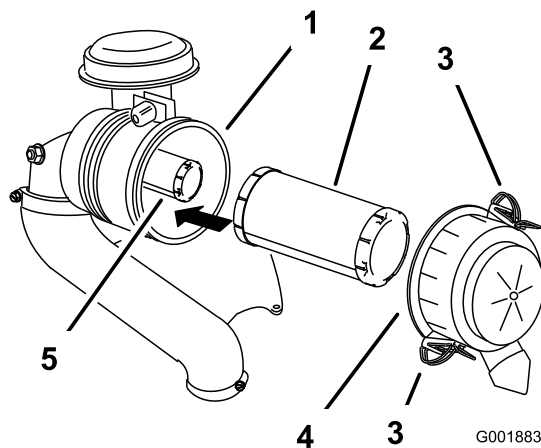

Bild 45
4. Schieben Sie den Hauptfilter vorsichtig aus dem Luftfiltergehäuse heraus (Bild 45).
2. Wenn Sie den Sicherheitsluftfilter austauschen, schieben Sie ihn vorsichtig in das Filtergehäuse ein (Bild 45).
3. Schieben Sie den Hauptluftfilter vorsichtig auf den Sicherheitsluftfilter (Bild 45).
5. Bringen Sie die Luftfilterabdeckung so an, dass die Seite mit **UP** nach oben zeigt, und rasten Sie die Riegel ein (Bild 45).